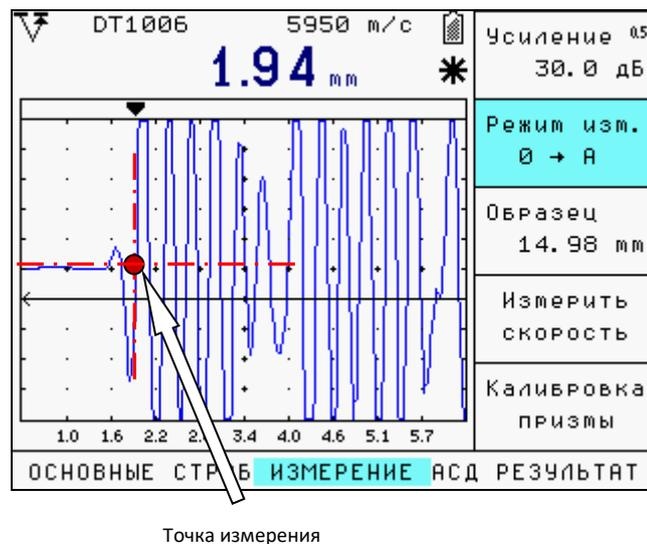

Рис. 6.13 Принцип измерения времени прибором УДТ-40
**Шаг 2.** В меню дополнительных параметров (см. рис. 6.13) выберите клавишами   пункт «ТОЛЩИНА КО» и клавишами   установите новую толщину, затем таким же образом замените скорость контрольного образца в пункте «СКОРОСТЬ КО».